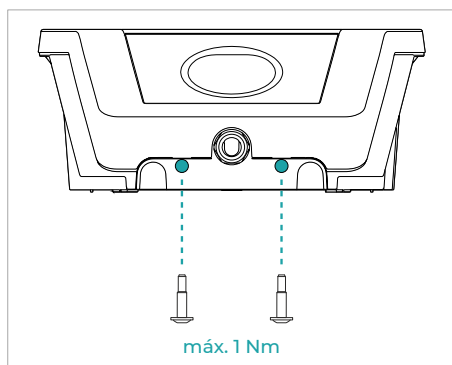

Fig. 10
- Fixe a moldura externa ao sistema de carregamento, utilizando os parafusos fornecidos nas posições indicadas na **Fig. 10**.